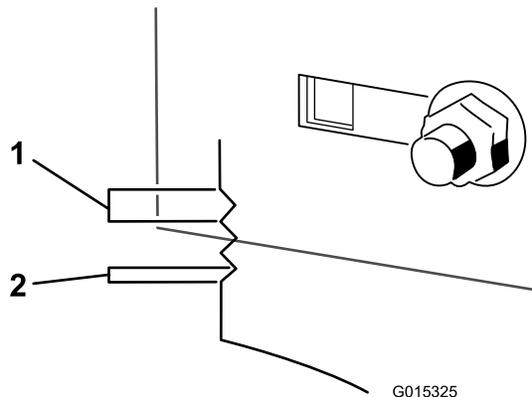

Figure 52
- Utilisez les crans du support soudé pour mesurer le réglage requis. La surface de chaque cran équivaut à 6 mm, tandis qu'un côté équivaut à 3 mm (Figure 52). Réglez le plateau de coupe à la hauteur voulue.